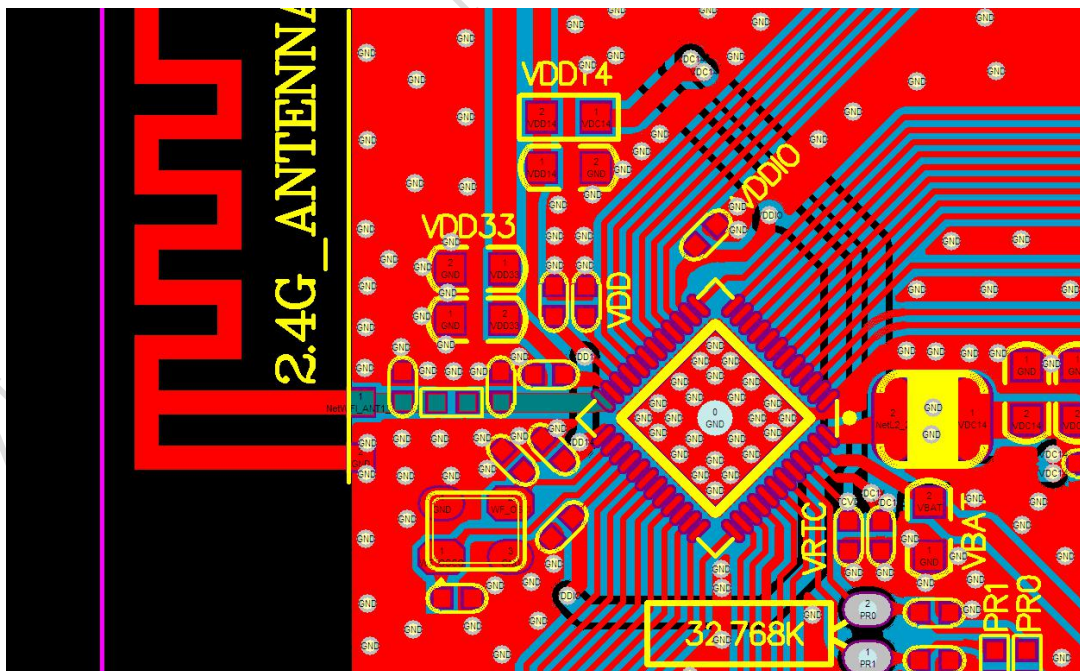

图 3
2. 微带线布线，芯片与天线之间的微带线布线尽量做 50 欧姆阻抗匹配，可借助工具计算，对于双面板难以做到 50 欧姆微带线，应尽可能缩短布线长度，布线尽量走直，布线线宽一般不小于匹配电感电容的焊盘宽度（电容电感一般取 0402 封装），保证 RF 信号阻抗的连续性，具体可参考图 3 所示。